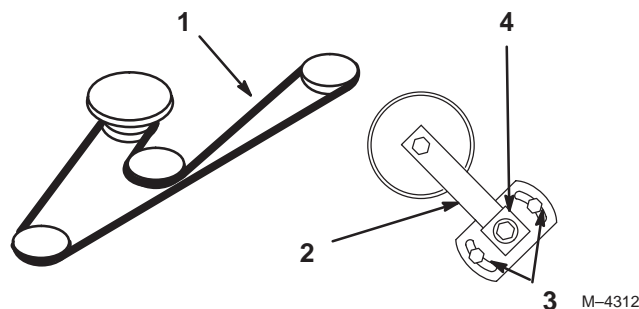

Figure 53
3. Desserrez les deux écrous de fixation de la plaque du bras de tension et déplacez ce dernier pour détendre la courroie sur la poulie de tension. Déposez la courroie usée du plateau de coupe (Fig. 53).
4. Installez une courroie neuve autour des poulies d'axe, du guide-courroie, de la poulie de tension et dans la gorge inférieure de poulie d'axe centrale (Fig. 53).